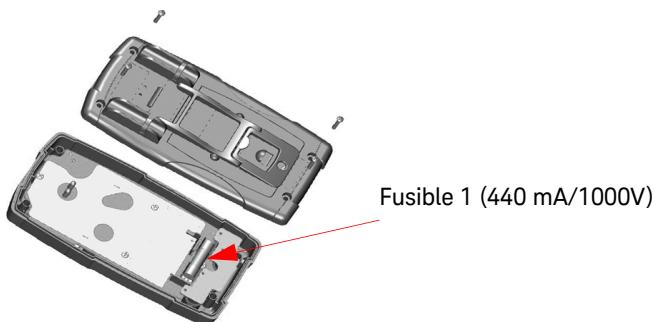

Figura 4-2 Reemplazo del Fusible 1
- 3 Extraiga con cuidado el Fusible 1 defectuoso haciendo palanca en un extremo del fusible y retirándolo del soporte, consulte la Figura 4-2.